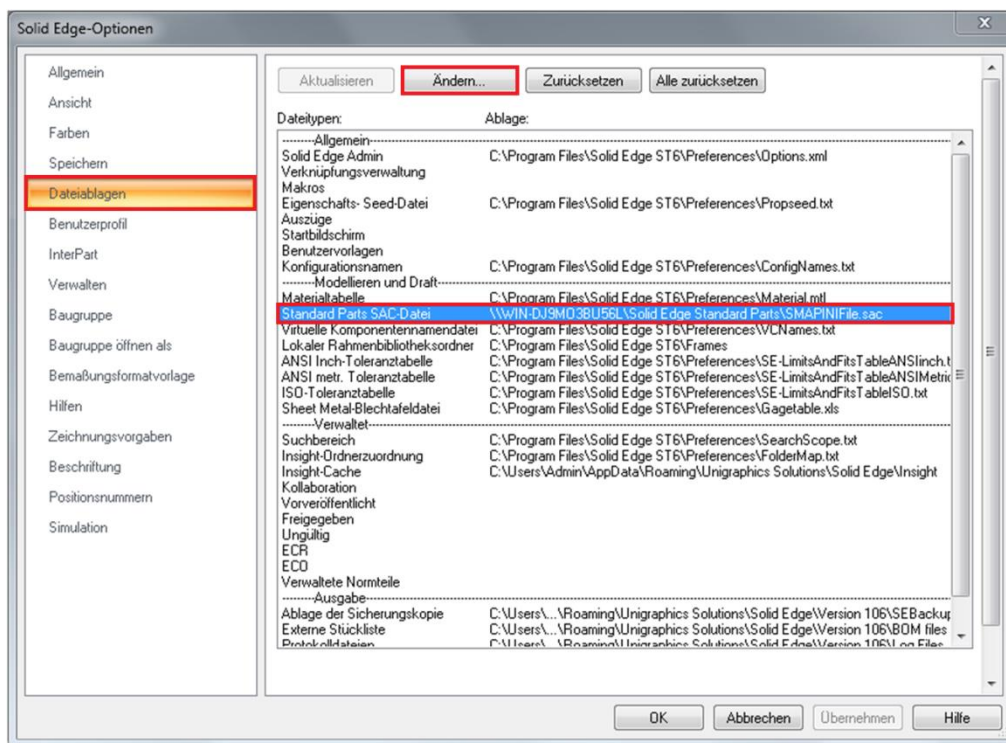

Abbildung 28
- 6.4. Wechseln Sie in den *Solid Edge-Optionen* in den Unterpunkt *Dateiablagen*. Wählen Sie den Punkt *Standard Parts SAC-Datei* aus, klicken auf den Button *Ändern*. Nun wählen Sie die Datei *SMAPINIFile.sac* im freigegebenen Ordner der Solid Edge Standard Parts auf dem Server aus und bestätigen dies mit einem Klick auf den Button *OK* (Abb. 28).